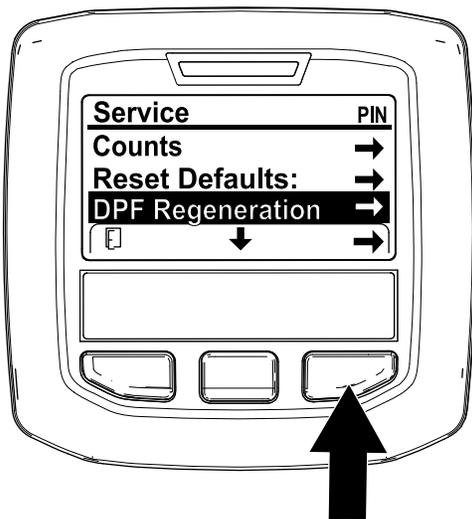

Рисунок 33
1. Перейдите к меню Service (Техобслуживание), нажмите среднюю кнопку для прокрутки вниз к опции DPF REGENERATION (РЕГЕНЕРАЦИЯ DPF) (Рисунок 33).
2. Нажмите правую кнопку для выбора позиции DPF Regeneration (Регенерация DPF) (Рисунок 33).